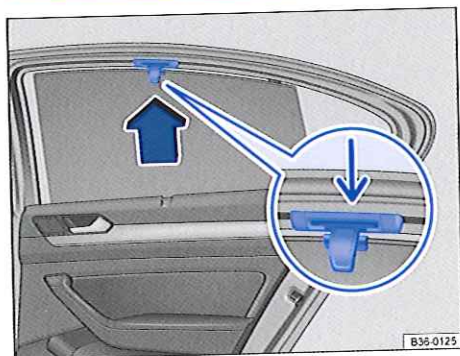

Fig. 105 Sur la glace arrière droite : store pare-soleil.
- Par la poignée saillante, tirez entièrement vers le haut le store pare-soleil $\Rightarrow$ fig. 105 (agrandissement) dans le sens de la flèche.
- Accrochez la tige de retenue en fixant les deux œillets dans le support prévu à cet effet $\Rightarrow$ fig. 105 (petite flèche). Assurez-vous que le store pare-soleil déployé soit bien accroché dans le support.
- Pour enrouler le store pare-soleil, décrochez-le en haut et guidez-le manuellement vers le bas $\Rightarrow$ ①.